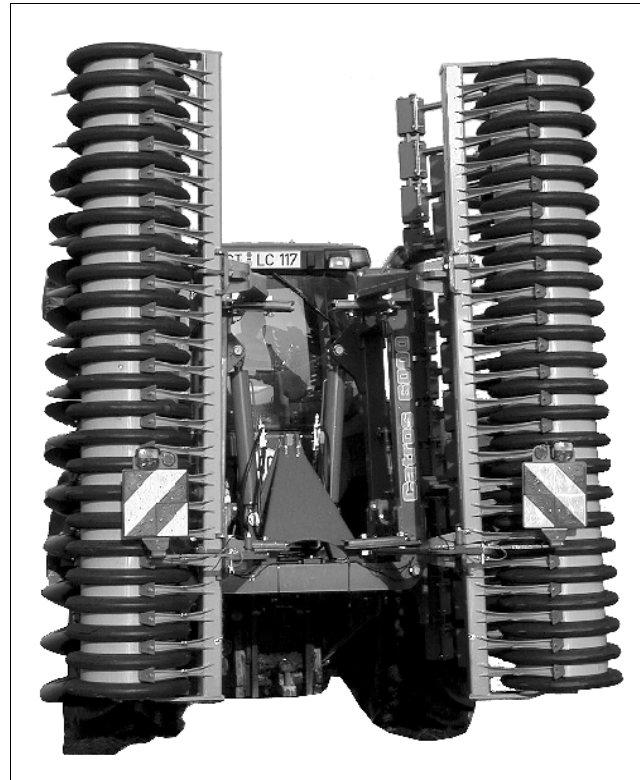

Fig. 7
- Die Transportbreite von 3 m darf nicht überschritten werden! Walzensegmente einklappen. (Fig. 7)!